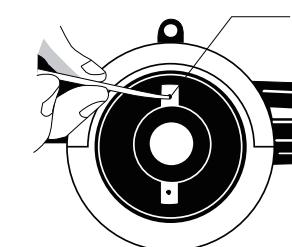

Fig.13
(2) Déplacez l'instrument à 2 mètres de A, en lisant a_2 , b_2 (Figure 13)
(3) Calculez $b_2' = a_2 - (a_1 - b_1)$. Si $b_2' = b_2$, cela signifie que la ligne de visée ne nécessite pas de correction.
(4) Si $b_2' \neq b_2$, cela indique qu'une correction est nécessaire.
(5) Pointez le viseur optique sur le travailleur B, dévissez le capuchon de l'oculaire et réglez la vis cruciforme de façon à ce que les cheveux du milieu donnent la lecture désirée b_2' .
(6) Répétez les étapes ci-dessus jusqu'à ce que $|b_2' - b_2| < 3\text{mm}$.